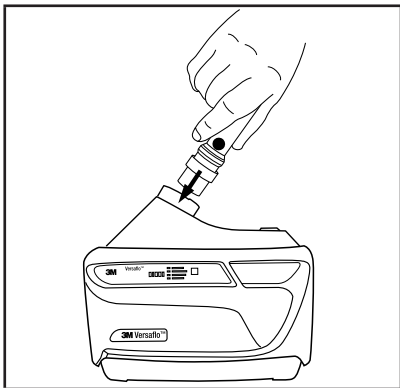

Fig. 15-1 Fixando o indicador do fluxo de ar de ar
- Insira o indicador de fluxo de ar TR-971 na saída da unidade motora TR-600. Se a traqueia estiver no lugar, deve ser retirado para permitir que o indicador do fluxo de ar seja inserido (Fig. 15-1).